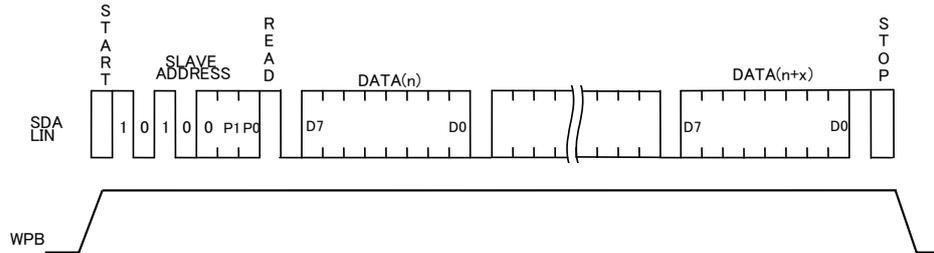

Figure 43. シーケンシャルリードサイクル (PORT0)
- DO 後の ACK 信号“LOW”が検出され、且つマスター(μ-COM)側からストップコンディションが送られて来ない場合、次のワードアドレスのデータを引き続き読み出すことができます。[2Kbit(256 ワード)すべて読み出し可能](Figure 43.シーケンシャルリードサイクルを参照してください。)